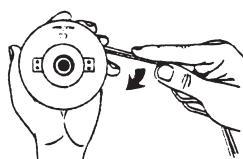

Bild 18.
5. Linda trådens båda ändar på spolen medurs som visas i bild 18. Håll i tråden med fingrarna under tiden så att den är sträckt när den lindas på, sluta när ca 15 cm av trådändarna återstår.